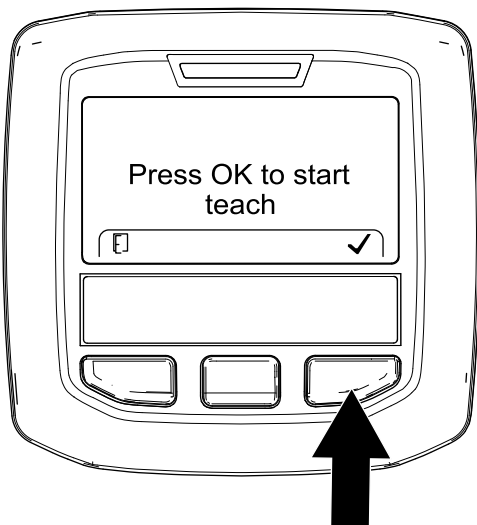

Figure 67
5. Dans l'écran Press OK to Start Teach (appuyer sur OK pour lancer l'apprentissage) (Figure 67), appuyez sur le bouton droit de l'InfoCenter.